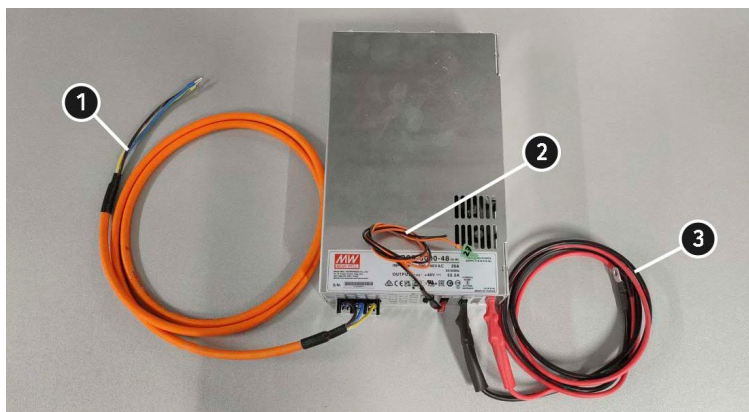
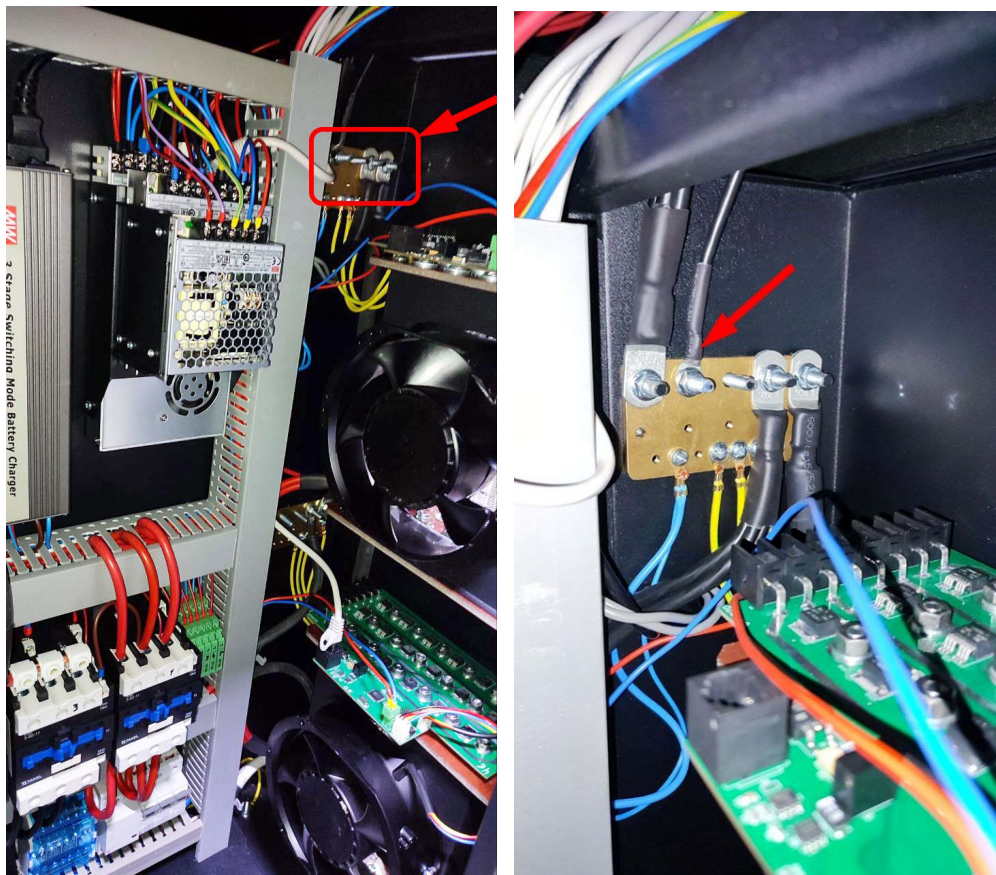
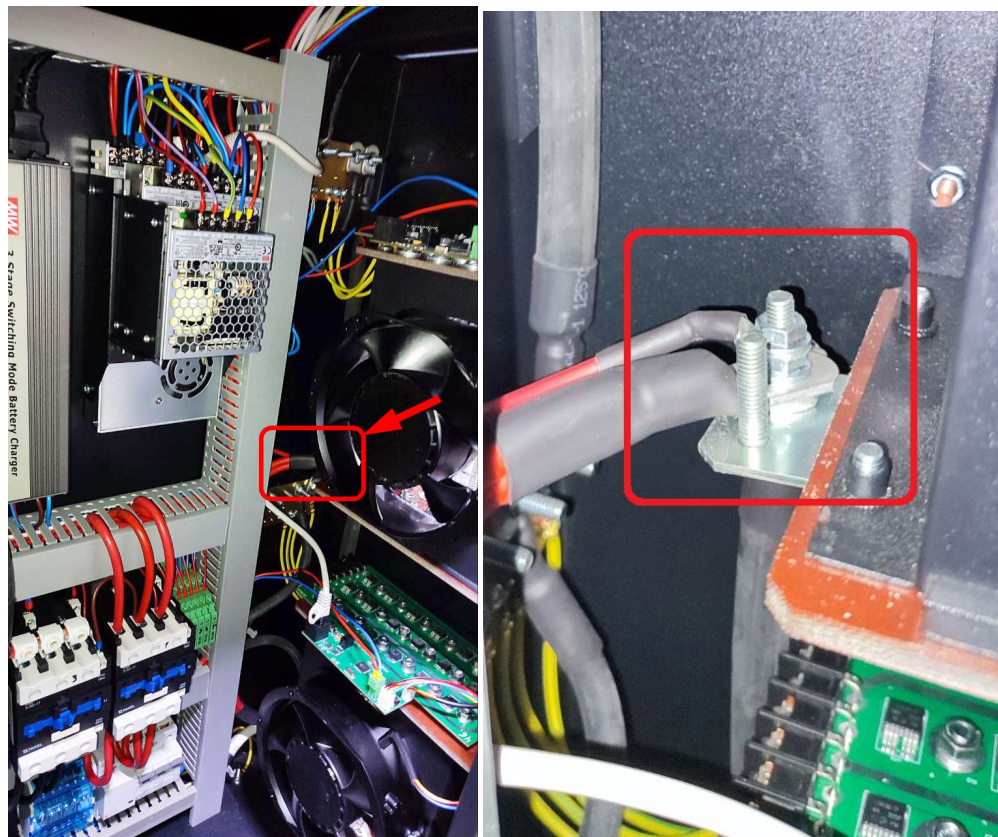

Рисунок 6
Рисунок 8
Рисунок 9
К блоку питания RSP-3000-48 подключены три набора проводов см. рис. 6:
2. Подключите чёрный провод выхода блока питания (поз. 3 рис. 6) к минусовой медной шине см. рис. 8.
3. Подключите красный силовой выход блока питания (поз. 3 рис. 6) к блоку нагрузки см. рис. 9.
4. Подключите провода питания блока питания (поз. 1 рис. 6) к силовому клеммнику см. рис. 10.
5. Подключите провода управления блоком питания (поз. 2 рис. 6) к главной плате как показано на рисунке 12. Провод с разъёмом в место поз.1 и чёрный провод в поз 2.